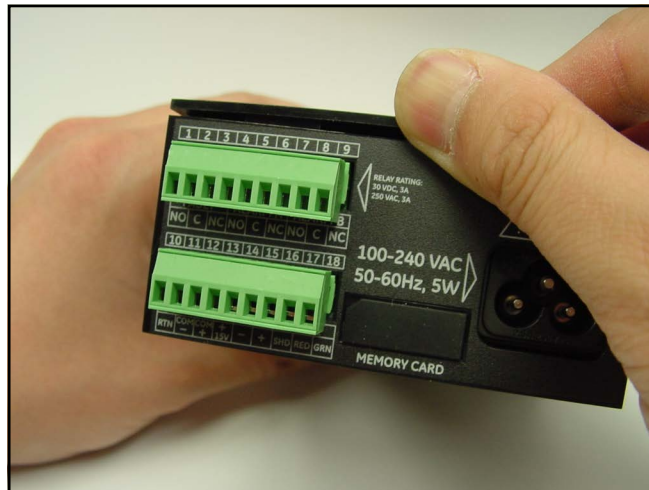
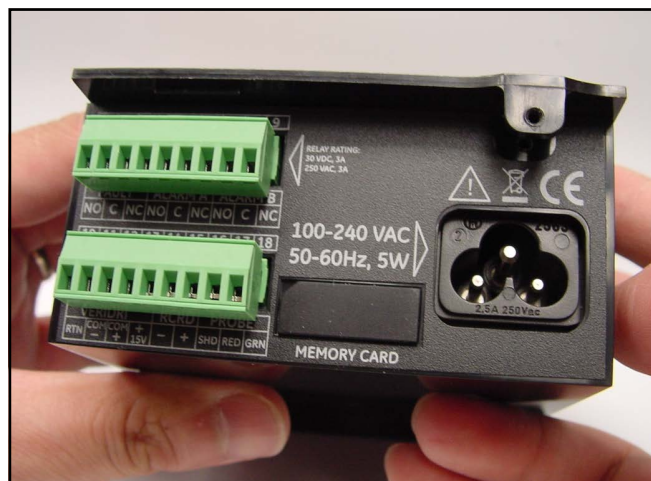

Figura 5: Levantamiento del borde posterior de la cubierta
Figura 6: Deslizamiento hacia atrás de la cubierta
3. Levante el borde posterior de la cubierta (vea la *Figura 5*), deslice la cubierta hacia atrás (vea la *Figura 6*) y levántela hasta extraerla de la caja (vea la *Figura 7 en la página 5*).